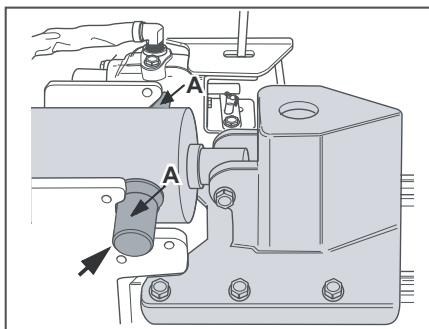

Figure 8
- Soulevez le vérin vers le haut, en direction de l'extrémité de la colonne de fendage, et insérez-le dans le chevalet support soudé rapporté (les goujons A doivent reposer dans les évidements). Voir la figure 8.